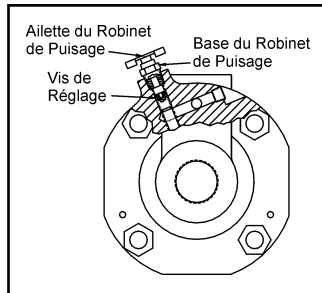

Figure 5
- Dévissez et enlevez l'ailette du robinet de puisage situé sur la soupape de commutation au sommet de la bouteille (voir la figure 5).